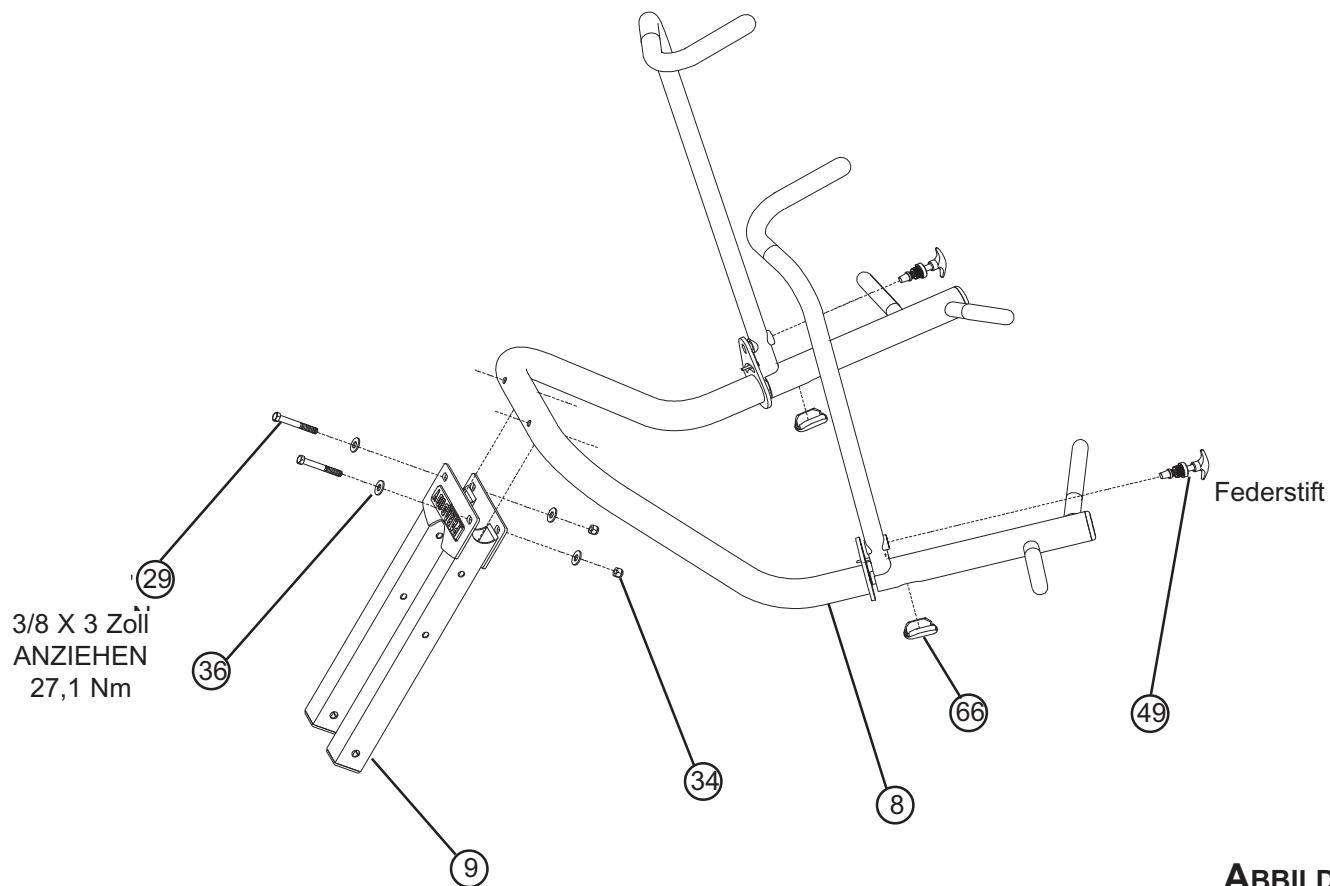

ABBILDUNG 8
- Den PRESSARM (8) in das HAUPTGELENK (9) setzen und mit zwei SILBERNEN 3/8 X 3 Zoll SCHRAUBEN (29), vier 3/8 Zoll UNTERLEGSCHIEBEN (36) und zwei 3/8 Zoll SICHERUNGSMUTTERN (34) fest anziehen.
- Zwei 3/8 Zoll FEDERSTIFTE (49) in die PRESSGRIFFE (6 und 7) setzen und festziehen.
- Die PRESSGRIFFE (6 und 7) mit den 3/8 Zoll FEDERSTIFTEN (49) sichern.
- Einen OVALEN ENDDECKEL (66) in die Öffnung jedes Griiffs setzen (siehe ABBILDUNG 8).
- Um die FEDERSTFTE (49) zu lösen, die Stifte herausziehen und eine Viertelumdrehung drehen.